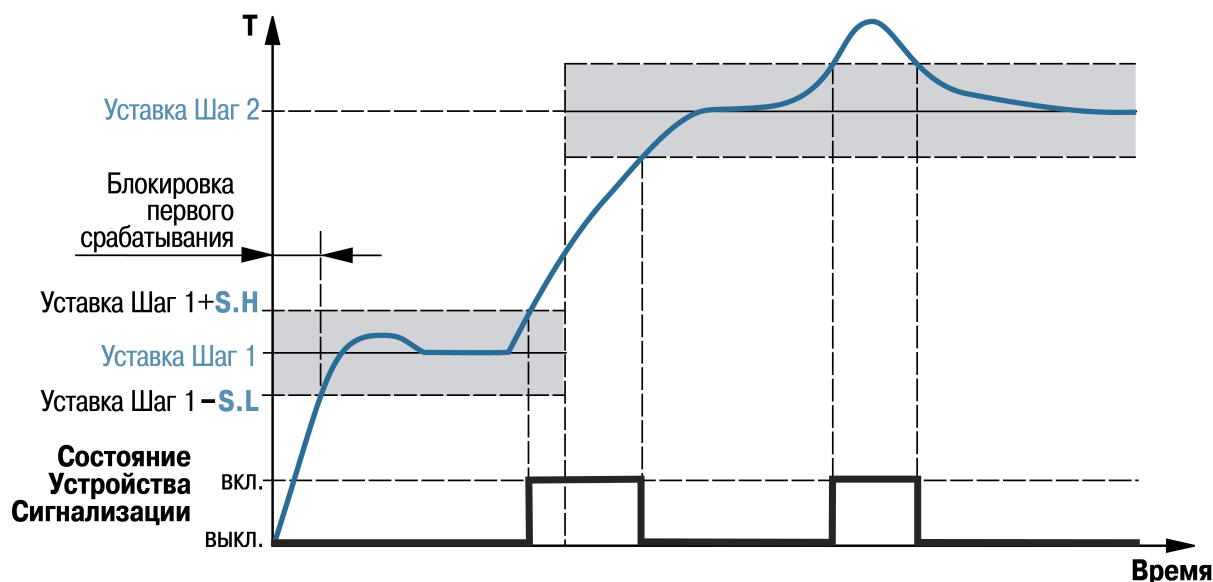

Рисунок 10.22 – Пример логики работы и блокировки срабатывания устройства сигнализации для U-образной логики
- В случае выхода регулируемой величины за заданные пределы – U-образная логика (**SiG.t = S.otn**) (см. рисунок 10.22).